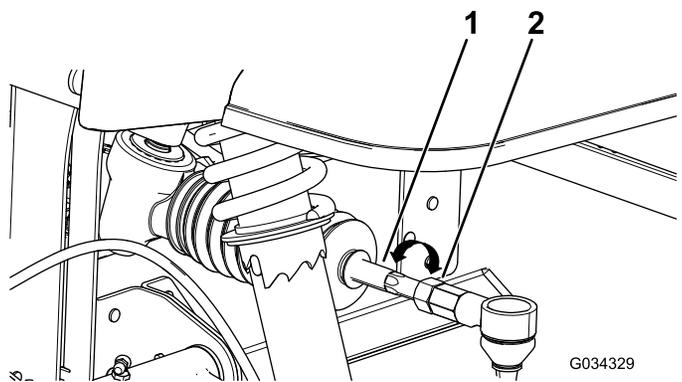

Figura 55
4. Se a medição obtida não se situar entre 0 ± 3 mm, desaperte as porcas de retenção nas extremidades das barras (Figura 55).